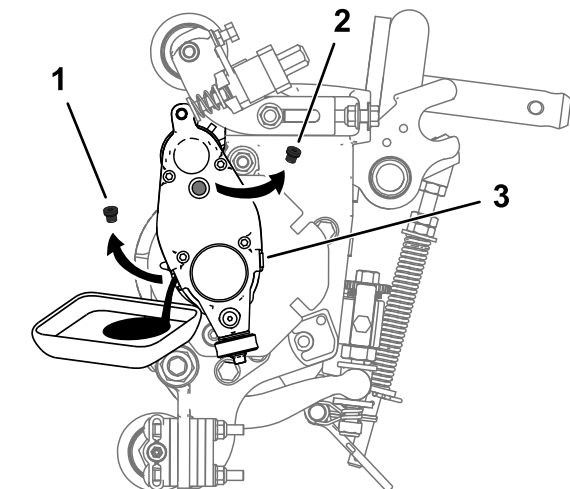

Figura 26
5. Incline a unidade de corte para trás para o apoio até a porta de drenagem estar no fundo para assegurar uma drenagem completa (Figura 26).